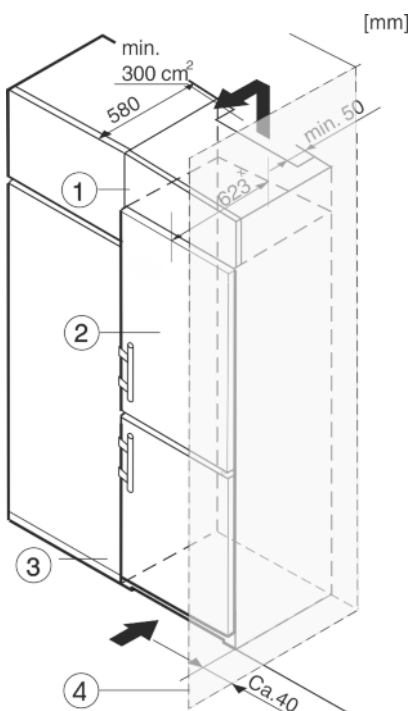

Fig. 12
L'appareil peut être entouré de meubles de cuisine. Pour adapter l'appareil *Fig. 12 (2)* à la hauteur des placards de la cuisine intégrée, on peut placer un élément haut *Fig. 12 (1)* au-dessus de l'appareil.
Si l'appareil est installé avec les charnières à côté d'un mur *Fig. 12 (4)*, la distance entre l'appareil et le mur doit être de 40 mm min. Ceci correspond à la saillie de la poignée lorsque la porte est ouverte.